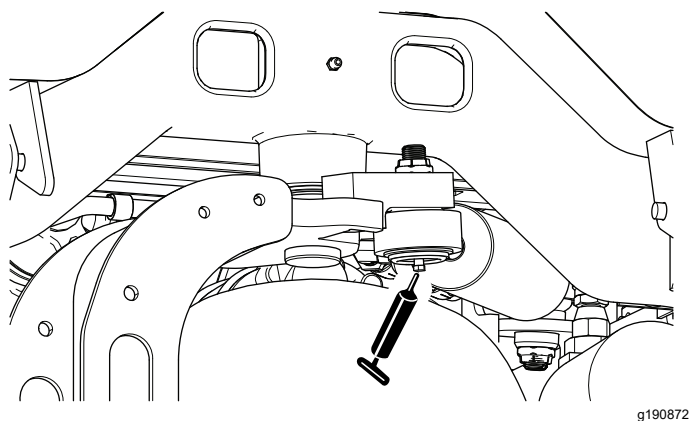

Figura 71
**Notă:** Dacă dorești, montează un fitting de lubrifiere suplimentar la celălalt capăt al cilindrului de direcție. Îndepărtați anvelopa, montați fittingul, lubrificați fittingul, îndepărtați fittingul și montați dopul (Figura 71).